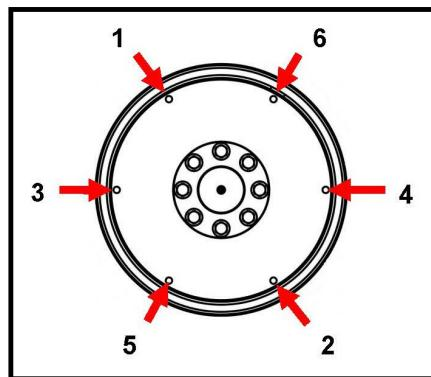

図 22. 固定手順
- に示す順序で、カップリング ディスクをフライホイールに固定するボルトを締め付けます 図 22 ページ 35。